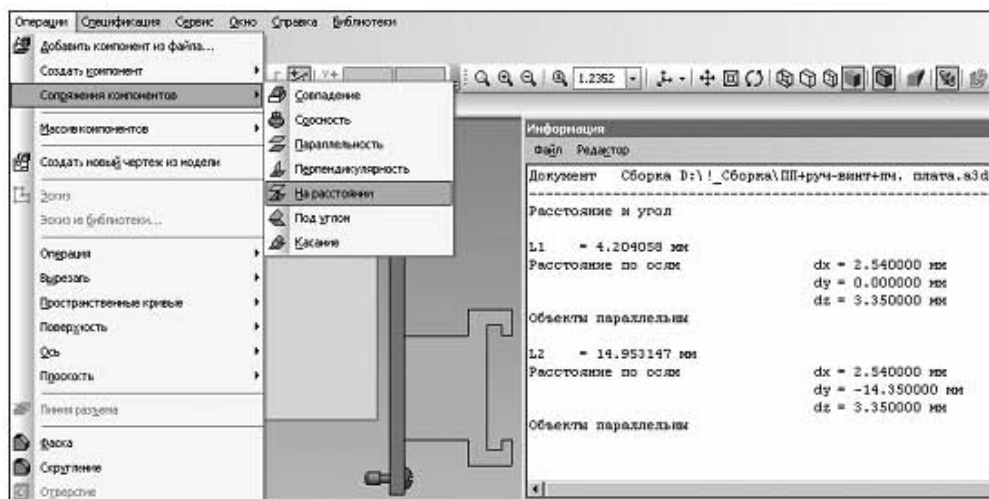

Рис. 3.52. Результат размещения печатной платы
9. Добавьте в сборку третью деталь — печатную плату. Внесите наименование детали в дерево модели. Из меню Операции выберите команду Сопряжение компонентов ▶ На расстоянии. Эту же команду можно ввести, активизировав инструментальную панель Сопряжение компонентов с помощью кнопки Совпадение. Отметьте пару нижних граней на частях сопрягаемых деталей (передней панели и печатной платы) и задайте расстояние 14,35 мм (см. табл. В.1). Выполните отработку данного сопряжения. Отметьте пару вертикальных граней на передней панели и печатной плате (на рис. 3.52 эти грани проецируются в виде отрезков) и задайте расстояние 2,54 мм (см. рис. В.2). Выполните отработку данного сопряжения. Отметьте пару вертикальных граней на передней панели и печатной плате (на рис. 3.52 эти грани
10. Печатная плата расположится, как показано на рис. 3.52. Для проверки правильности расположения печатной платы в модуле на компактной панели активизируйте инструментальную панель Измерения (3D). Используя команду Расстояние и угол, выполните необходимые измерения, результаты которых будут выведены на панель Информация (рис. 3.52).